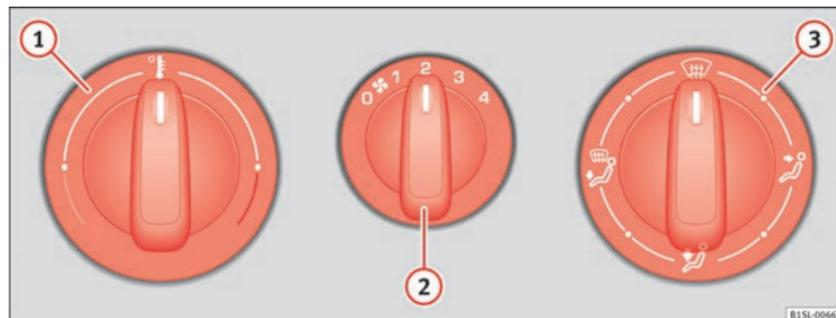
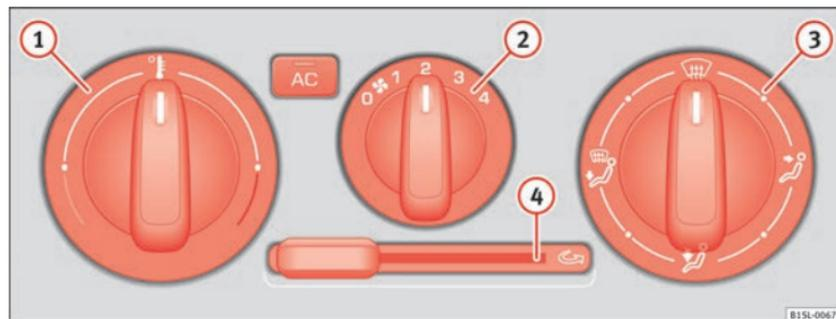

Fig. 104 Sulla console centrale: Manopola dell'impianto di riscaldamento e ventilazione
Fig. 105 Sulla console centrale: Comandi dell'aria condizionata
| Tasto, regolazione | Informazioni supplementari. Impianto di riscaldamento e ventilazione ⇒ fig. 104 e aria condizionata ⇒ fig. 105. |
- Regolare la ventola ⇒ fig. 104  al livello 1 o 2.
- Posizionare il regolatore della temperatura ⇒ fig. 104  in posizione centrale.
- Girare il regolatore di distribuzione dell'aria ⇒ fig. 104  nella posizione di sbrinamento.
Collegare: Spostare il regolatore ⇒ fig. 105 **4** fino al massimo verso destra.
Scollegare: Spostare il regolatore ⇒ fig. 105 **4** fino al massimo verso sinistra. ▶